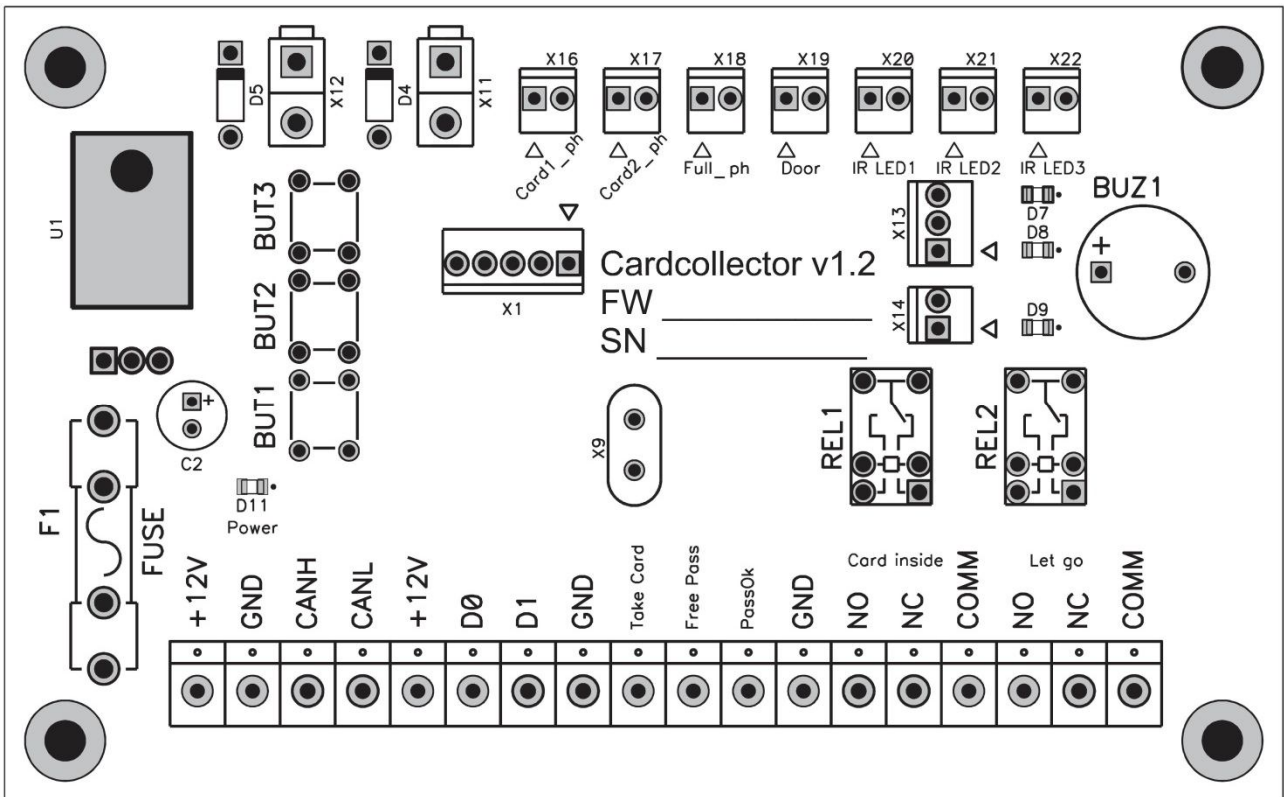

Рис. 2. Внешний вид платы картоприемника
- нажмите и удерживайте кнопку BUT1 на плате картоприемника (рис. 2). При нажатой кнопке шторка картоприемника